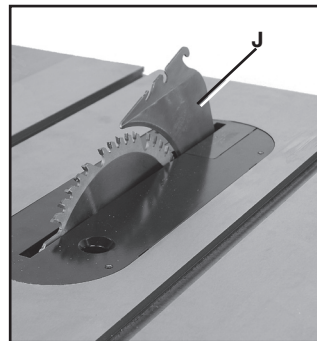
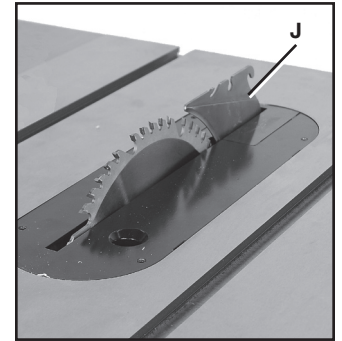
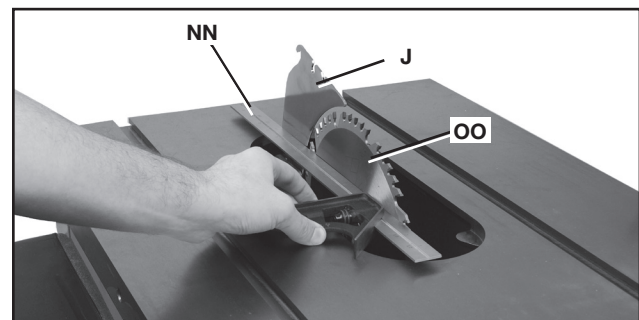
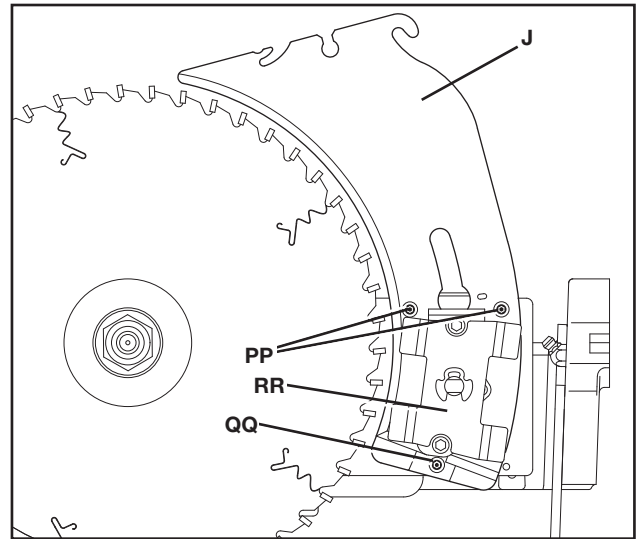

FIG. 27
FIG. 28
FIG. 32
FIG. 33
El hendedor (J), Fig. 27 y Fig. 28, se puede usar en cortes pasantes (cuando la pieza de trabajo se corta en dos por completo) y en cortes que no son pasantes. El hendedor se puede colocar en la posición elevada (Fig. 27) para los cortes pasantes y en la posición baja (Fig. 28) para los cortes que no son pasantes.
Usando un borde recto (NN), asegúrese de que la hoja (OO) esté alineada con el hendedor (J) como se muestra en la Fig. 32. (PARA LOGRAR UNA ALINEACIÓN ADECUADA, ASEGÚRESE DE QUE EL BORDE RECTO ESTÉ ENTRE LA RANURA DE CORTE SOBRE EL CUERPO DE LA HOJA Y EL HENDEDOR).
3. Levante el hendedor (J), Fig. 33, a la posición de corte pasante o a la posición más alta (Fig. 27).
4. Coloque los tres tornillos de sujeción pequeños (PP) y (QQ) en forma adyacente a la placa de seguridad del hendedor (RR). Estos tornillos se utilizarán para ajustar la posición del hendedor.
5. Coloque un borde recto sobre la mesa contra el cuerpo de la hoja y asegúrese de que se extienda a lo largo del hendedor, como se muestra en la Fig. 32. El hendedor debe tocar apenas el borde recto. De ser necesario, afloje los dos tornillos de casquete con cabeza hueca (SS), figura 35.
6. Ajuste los tornillos de sujeción (PP) y (QQ), Fig. 33, para alinear el hendedor con la hoja, de acuerdo con la posición observada en el PASO 5. Coloque el borde recto del lado opuesto de la hoja y, de ser necesario, repita estos ajustes.